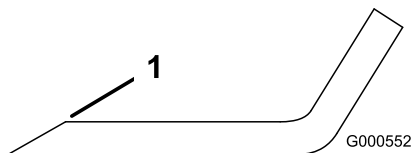

Figura 69
- Utilice una lima para afilar el filo de corte en ambos extremos de la cuchilla (Figura 69).
Nota: Si la cuchilla no está equilibrada, rebaje algo el metal en la parte de la vela solamente (Figura 69).